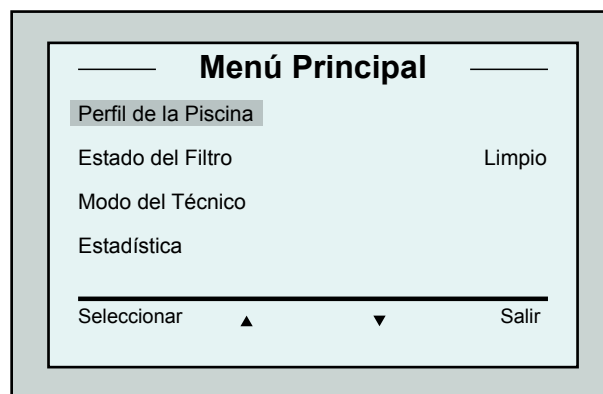

Figura 6: Pantalla *Menú Principal*
2. Oprima **Menú** para entrar al *Menú Principal* (Figura 6).